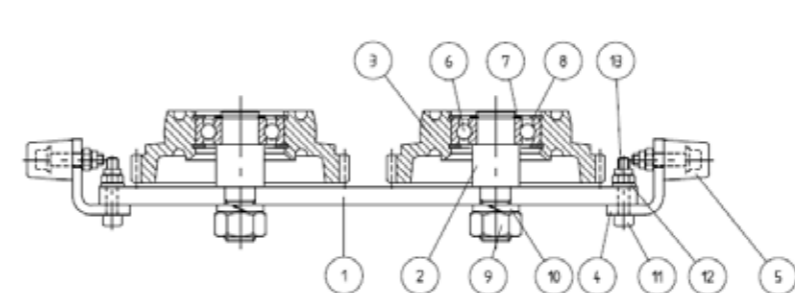

fig.79
**Verifica trimestrale dell'efficienza delle ruote, dei pignoni e dei rulli di guida (opzionali su carrelli elettrici).** (fig.79)